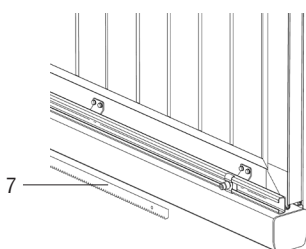

Рисунок 5
6. Расположите получившийся крепежный узел напротив отверстия в зубчатой рейке (7) (см. рисунок 5).